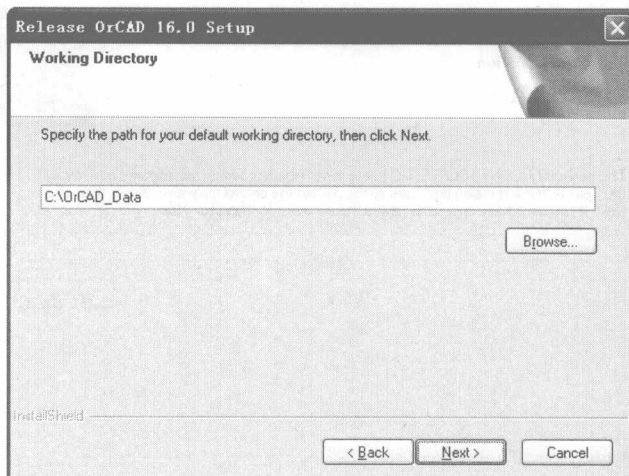

图 1.2.9 工作路径对话框
(7) 在弹出的如图 1.2.9 所示工作目录对话框中，选择需要的工作路径，单击 Next 按钮。